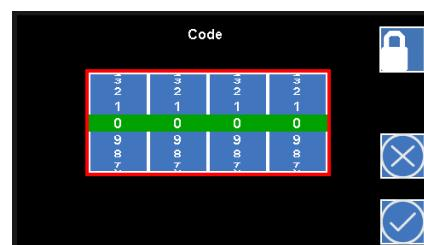
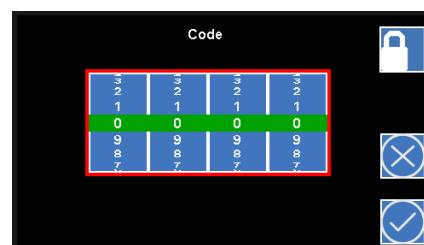

Figura 20
Figura 21
1. Prima o ícone **Palavra-passe** (1) no menu **Valores de medição**.
2. Defina o código utilizando os seletores (veja a figura 20).
- Clique no ícone **Aplicar** (2).
3. Clique no ícone **Aplicar** (2).
- Se o código estiver incorreto, aparece uma moldura vermelha à volta dos seletores enquanto a marca de verificação estiver premida (veja a figura 21). Quando solta a marca de verificação, a janela do código fecha-se e o menu **Valores de medição** aparece inalterado. O ecrã principal permanece bloqueado.
2. Clique no ícone **Alterar palavra-passe** (4) (veja a figura 20).